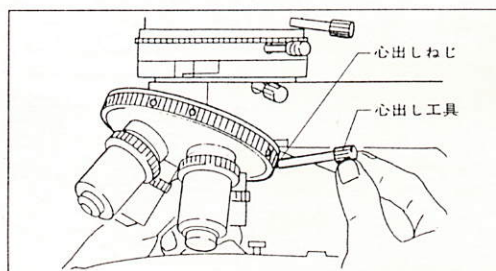

図 14
- 2) レボルバの心出しねじに心出し工具を差し込みます。(図14)